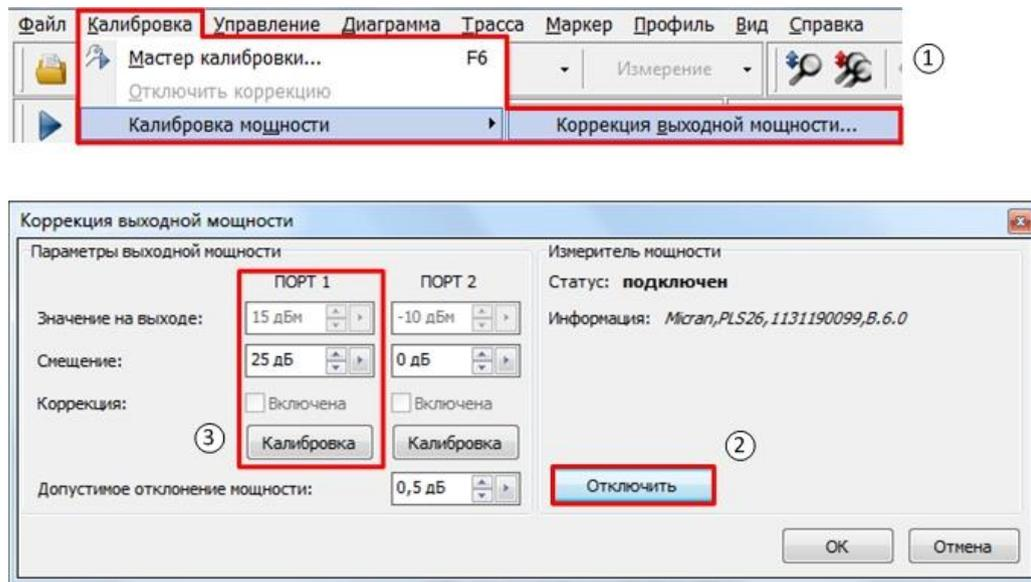

Рис. 7. Проведение калибровки выходной мощности ВАЦ
8. Выбрать в главном меню *Калибровка* -> *Калибровка мощности* -> *Коррекция выходной мощности*. В окне «Коррекция выходной мощности», в разделе «Измеритель мощности» нажать кнопку «Подключить». Выбрать необходимый измеритель мощности из списка. **Смещение задать равным КУ усилителя, используемого в схеме (в нашем примере 25 дБ).** Если в схеме не используется усилитель **смещение задать равным нулю**. Нажать кнопку «Калибровка», дождаться окончания калибровки (рис. 7). После проведения калибровки выходная мощность ВАЦ будет скорректирована с учетом КУ используемого усилителя.